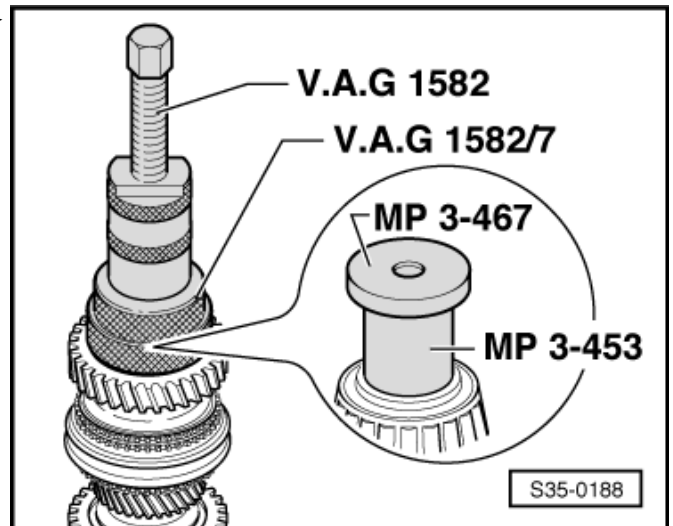

Abb. 4: Synchronkörper/Schiebemuffe 5. und 6. Gang mit Schaltrad 6. Gang abpressen ►
- nach Abbauen des Sicherungsringes Pos. 17 mit Schaltrad 6. Gang abpressen ⇒ Abb. 4 in **35-3** Seite 4